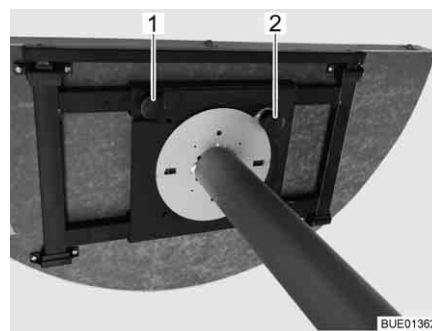

Fig. 97 Mecanismo de ajuste
- Desaperte o parafuso de cabeça estriada (Fig. 97,1).
- Levante o botão de ajuste (Fig. 97,2).